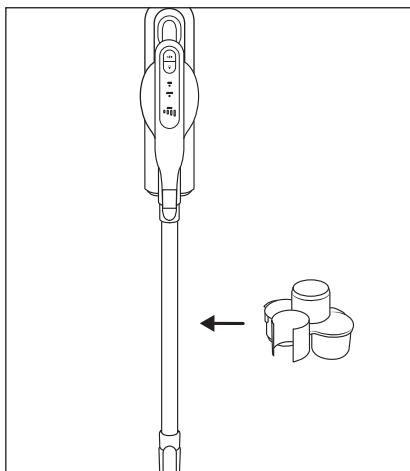

Abb. 19
- ◆ Befestigen Sie die Zubehörhalterung 17 am Saugrohr 24 (siehe Abbildung 19).